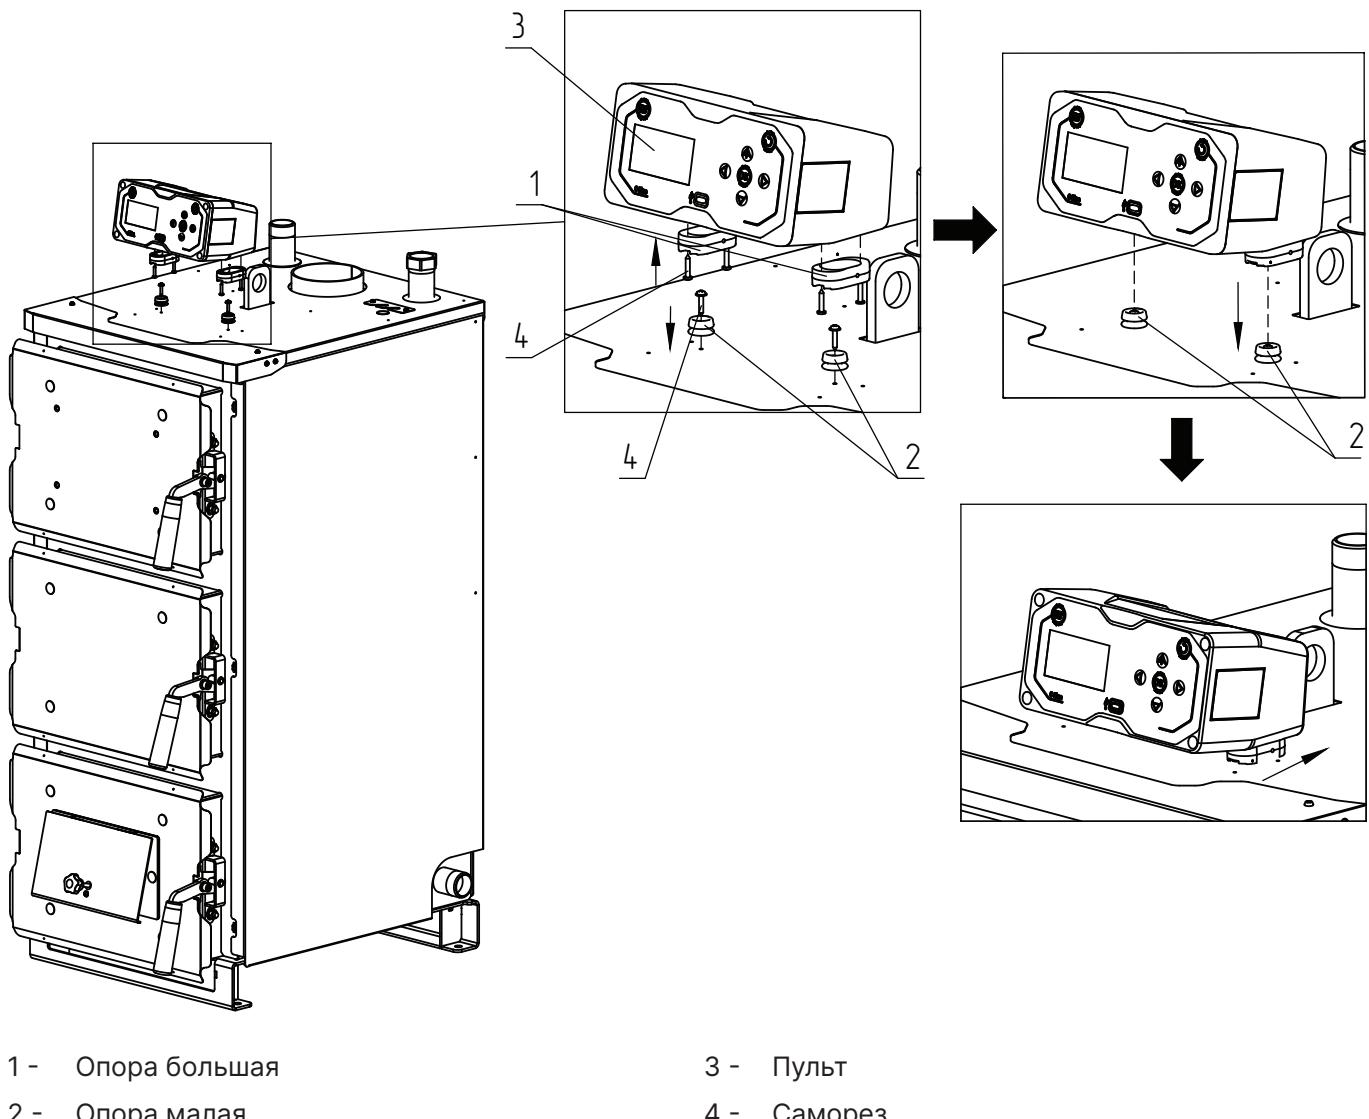

Рис.12 Монтаж контроллера
2. С помощью саморезов (**Рис.12, поз.4**) прикрепите к пульту (**Рис.12, поз.3**) опоры большие (**Рис.12, поз.1**);
3. Опоры малые (**Рис.12, поз.2**) прикрепите к крышке котла с помощью саморезов (**Рис.12, поз.4**);
4. Пульт на опорах (**Рис.12, поз.1**) установите на опоры (**Рис.12, поз.2**) и зафиксируйте, сдвинув пульт на опорах назад.